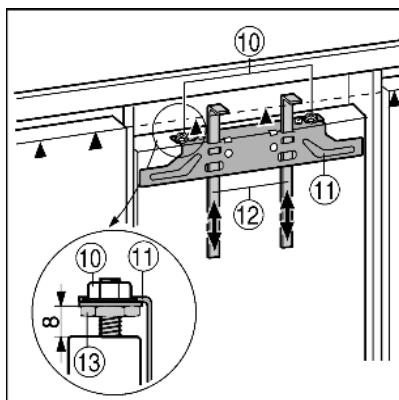

Fig. 13
- ▶ Монтажные приспособления Fig. 13 (12) сдвиньте вверх на высоту мебельной дверцы. Нижняя упорная кромка ▲ монтажного приспособления = верхней кромке подлежащей установке мебельной дверцы.
- ▶ Открутите крепежную поперечину Fig. 13 (11) с помощью контргаек Fig. 13 (10).